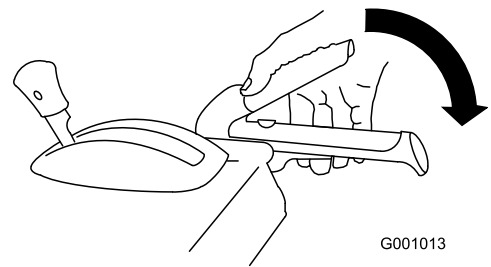

Figure 37
2. Engagez le levier de la vis sans fin/turbine et maintenez-le en place (Figure 37).